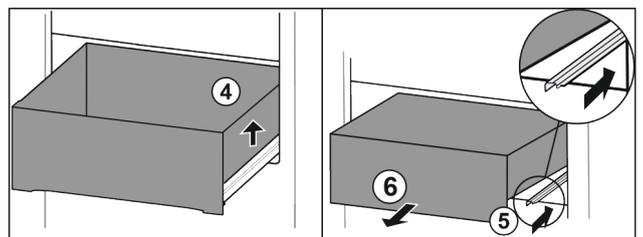

Fig. 72
- ▶ 抬起抽屉右侧。 Fig. 72 (4)
- ▶ 推入右侧轨道。 Fig. 72 (5)
- ▶ 朝前取出抽屉。 Fig. 72 (6)